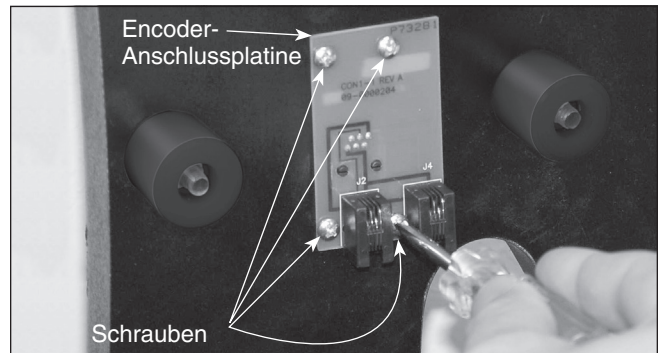

Abbildung 6. Anbringen der Encoder-Anschlussplatine.
12. Befestigen Sie die Encoder-Anschlussplatine an der Seitenwand. Positionieren Sie die Platine so an der Seitenwand, dass die Modulbuchse durch die quadratische Aussparung geführt wird. Schrauben Sie dann die vier Schrauben zum Befestigen des Encoders in die Anschlussplatine sowie in die dafür vorgesehenen Bohrungen in der Seitenwand, und ziehen Sie sie fest (Abbildung 6).